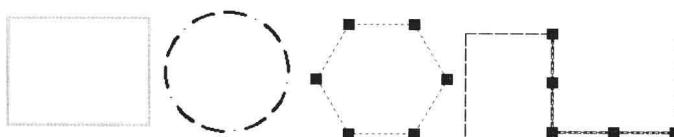

图 4-1-10
- (3) 在打开的“快速选择”对话框中，在“应用到”下选择“整个图形”。在“对象类型”下，选择“所有图元”。在“特性”下，选择“颜色”。在“运算符”下，选择“等于”。在“值”下，选择“红”。在“如何应用”下，选择“包括在新选择集中”。以上都是选择的条件。单击“确定”按钮，视图中红色的图形对象都被选中，呈虚线显示，并显示对象的夹点，如图 4-1-10 所示。在选中需要的对象之后，可以选择修改命令，对选中的对象进行编辑操作。